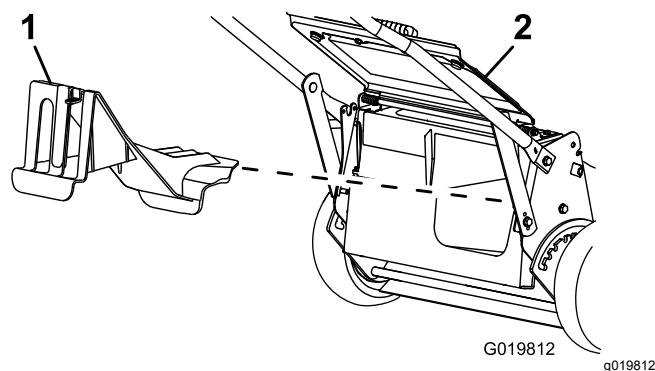

Figure 22
- Si l'obturateur d'éjection arrière n'est pas installé, saisissez-le par la poignée, relevez le déflecteur arrière et insérez-le dans la goulotte d'éjection arrière jusqu'à ce que le dispositif de verrouillage s'enclenche ; voir Figure 22.
2. Retirez l'obturateur d'éjection arrière en appuyant sur le verrou avec le pouce et en tirant l'obturateur hors de la machine (Figure 22).